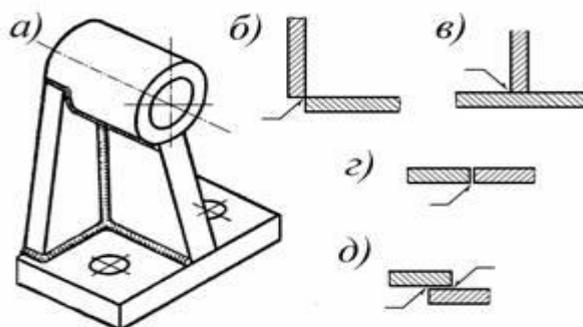

Рис. 1.7. Сварные соединения
**Сварные соединения** – это неразъемные соединения (рис. 1.7, а), основанные на использовании сил молекулярного сцепления между частями свариваемых деталей при их нагревании или пластическом деформировании. Сварные соединения являются наиболее совершенными неразъемными соединениями, так как лучше других приближают составные детали к целым и позволяют изготавливать детали неограниченных размеров. Прочность сварных соединений при статических и ударных нагрузках доведена до прочности деталей из целого металла. Освоена сварка всех конструкционных сталей, цветных сплавов и пластмасс. Замена клепаных конструкций сварными уменьшает их массу до 25%, а замена литых конструкций сварными экономит до 30% и более металла. Высокая производительность сварочного процесса и хорошее качество соединений обеспечили широкое распространение сварки в технике. Основные недостатки: наличие остаточных напряжений из-за неоднородности нагрева и охлаждения; возможность коробления деталей при сваривании; возможность существования скрытых (невидимых) дефектов (трещин, непроваров), снижающих прочность соединений.